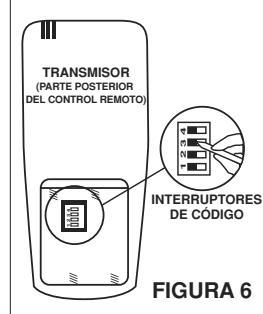

FIGURA 6
- Configuración de los códigos del nuevo control remoto (vea la figura 6).